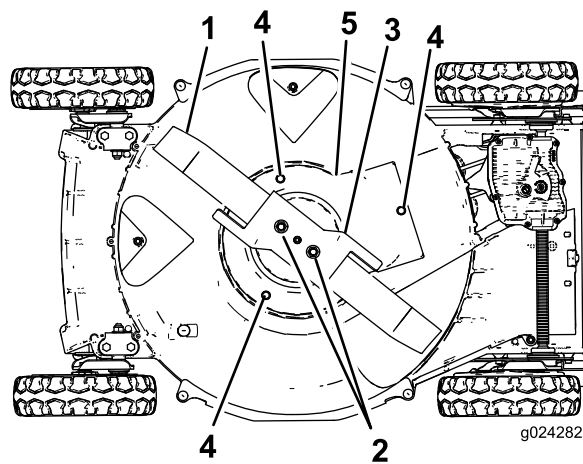

Рисунок 38
6. Выверните две гайки крепления ножа, снимите акселератор и нож (Рисунок 38).
7. Снимите винты, крепящие кожух тормозной муфты ножа к корпусу газонокосилки (Рисунок 38).